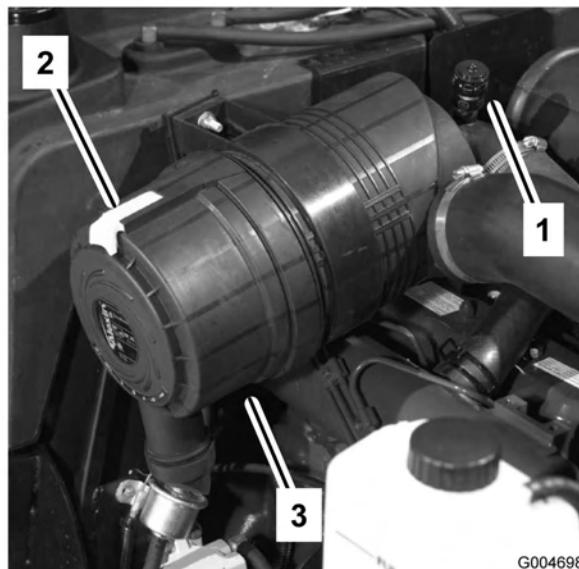

Bild 45
Warten Sie die Luftfilter, wenn die Luftfilteranzeige rot anzeigt (Bild 45) oder nach jeweils 400 Betriebsstunden (häufiger in sehr staubigen oder schmutzigen Bedingungen). Warten Sie den Luftfilter nicht zu häufig.
- Ziehen Sie den Riegel nach außen und drehen Sie die Luftfilterabdeckung nach links. Nehmen Sie die Abdeckung vom Körper ab (Bild 45). Reinigen Sie die Innenseite der Luftfilterabdeckung.
6. Stellen Sie die Anzeige (Bild 45) zurück, wenn sie auf Rot steht.